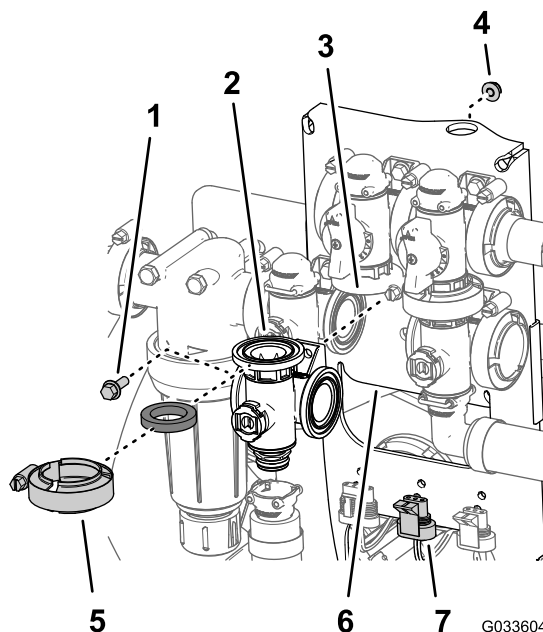

Рисунок 124
1. Совместите фланец коллектора клапана перемешивания, прокладку и фланец перепускного клапана перемешивания (Рисунок 124).
- Присоедините клапан перемешивания к опоре крепления клапанов при помощи болта с фланцевой головкой и фланцевой контргайки, Рисунок 124 снятых при выполнении действий, описанных в пункте 3 раздела Снятие коллекторного клапана перемешивания (страница 90), и затяните гайку и болт с моментом от 10 до 12 Н·м.